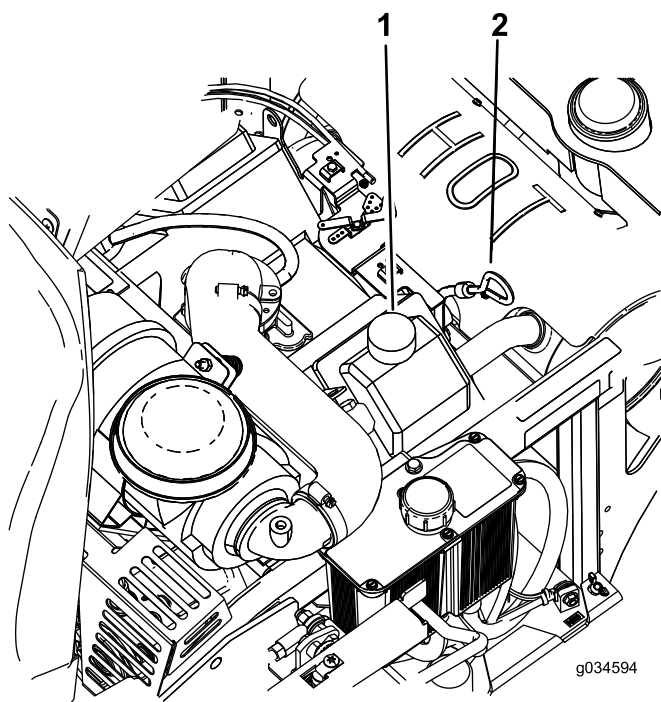

Figure 39
5. Nettoyez la surface autour de la jauge (Figure 39).
9. Si le niveau d'huile est trop bas, essuyez la surface autour du bouchon de remplissage, retirez le bouchon et faites l'appoint d'huile jusqu'à ce que le niveau atteigne le repère **maximum** sur la jauge (Figure 39). Ne remplissez pas excessivement.
4. Versez lentement environ 80 % de l'huile spécifiée dans le tube de remplissage, puis faites l'appoint lentement pour faire monter le niveau jusqu'au repère maximum (**full**) sur la jauge (Figure 39).
5. Démarrez le moteur et conduisez la machine jusqu'à une surface plane et horizontale. Vérifiez à nouveau le niveau d'huile (Figure 39).